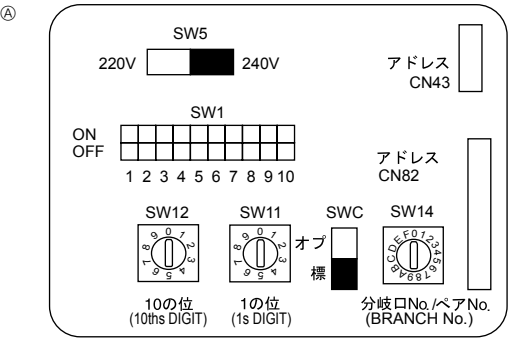

Fig. 7-4
7.5. 设定存储位置 (Fig. 7-4)
- ① 如何设定地址
④ 存储位置板
7.6. 用遥控器上的内置传感器检测室温 (Fig. 7-4)